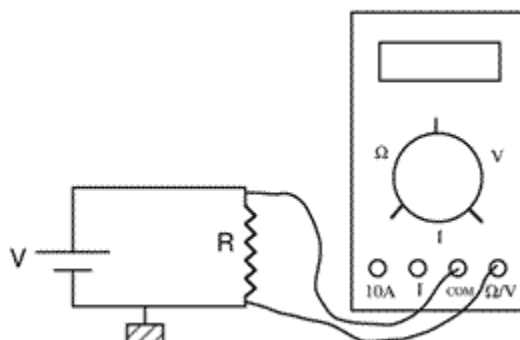

Figura 16.- Polímetro utilizado para medir el voltaje que cae en la resistencia.
1. En el primero de los casos deberemos atender a las instrucciones del manual del polímetro. Los polímetros que utilizaremos constan de una ruedecilla con la cual seleccionaremos la tensión (V), corriente (A) o resistencia (Ω).
2. Los terminales deberán estar conectados en la clavija adecuada si no queremos causar daños al polímetro. En general existen tres clavijas una de las cuales es común para todas las mediciones (COM). Las otras dos se utilizan una para tensión o resistencia (V o Ω) y la otra para intensidad (A). Suele existir una cuarta clavija (10 A) que se utiliza cuando la intensidad a medir es elevada.
3. En cuanto a la disposición del circuito, si queremos medir tensiones habremos de disponer el polímetro en paralelo al circuito (Figura 16), situando los dos terminales en los puntos entre los cuales queremos medir la caída de tensión.